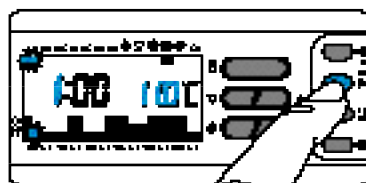

Fig. 42
8.4 - Mediante il pulsante ∇ oppure Δ (fig.41) selezionare il livello di temperatura desiderato; premere quindi il pulsante $0 \div 23 >$ per passare all'ora successiva e selezionare ugualmente la temperatura desiderata (fig.42).